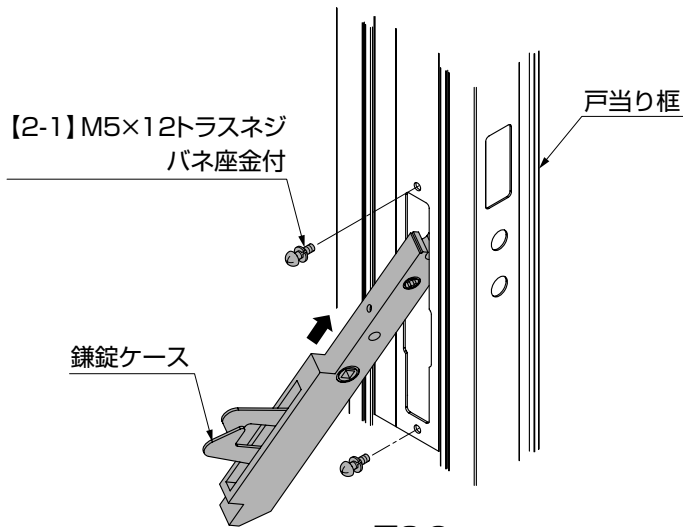

図3-6
- ① 錠掛け側の框に左図のように鎌錠ケースを差込み、矢印のように上に持ち上げ、ケース部分が框に全て入った後、鎌錠ケースを垂直に下におろし【2-1】で固定してください。（図3-6参照）